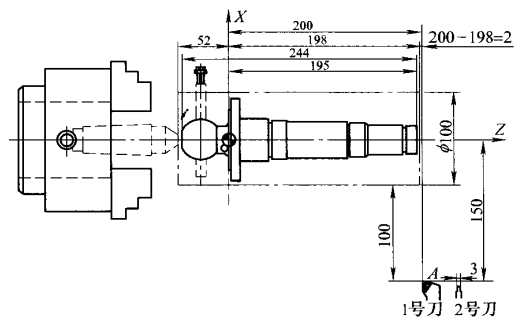

图4 对刀示意图
② 刀补值未设置，刀偏值未设置，间隙补偿值未设置，快速运行值为默认值。
(8) 数控加工的装刀、工件装夹、工件校正。略。
(9) 数控加工的对刀如图 4 所示。
① 在数控车床是夹装零件（毛坯尺寸： $\phi 100\text{mm} \times 250\text{mm}$ ）。
②  $X$  向对刀。首先起动车床主轴，以刀尖上顶点在  $X$  方向上接触工件毛坯，停车测量零件直径（设定测量零件直径  $\phi$  为 100mm），此时车刀刀尖  $A$  点在  $X$  轴方向上为零件直径之半（ $D/2 = 50\text{mm}$ ），在继续沿  $X$  轴正方向移动车刀  $150 - 50 = 100\text{mm}$ ，即完成  $X$  方向的对刀。完后记下此时的位置刻度。
③ Z 向对刀。起动车床主轴,以刀尖左侧顶点在 Z 方向上接触工件毛坯,停车测量零件加工端面距坐标系